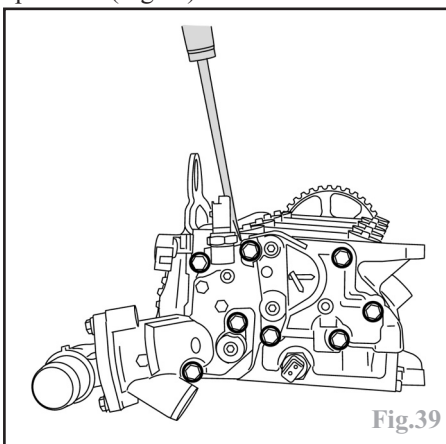

Fig.39
- pour décoller le boîtier thermostatique, faire levier avec un tournevis en prenant appui sur le bossage de la sonde de température (Fig.39).